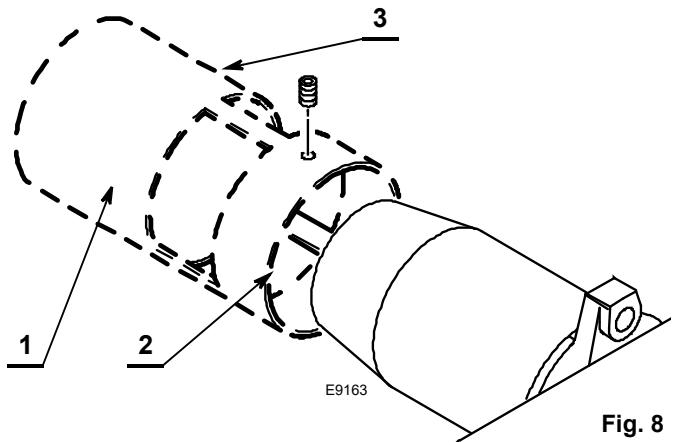

Fig. 8
- insérer, si nécessaire, le tube de recirculation 1)(Fig. 8) sur la buse du brûleur 2) et le fixer avec l'écrou 3).